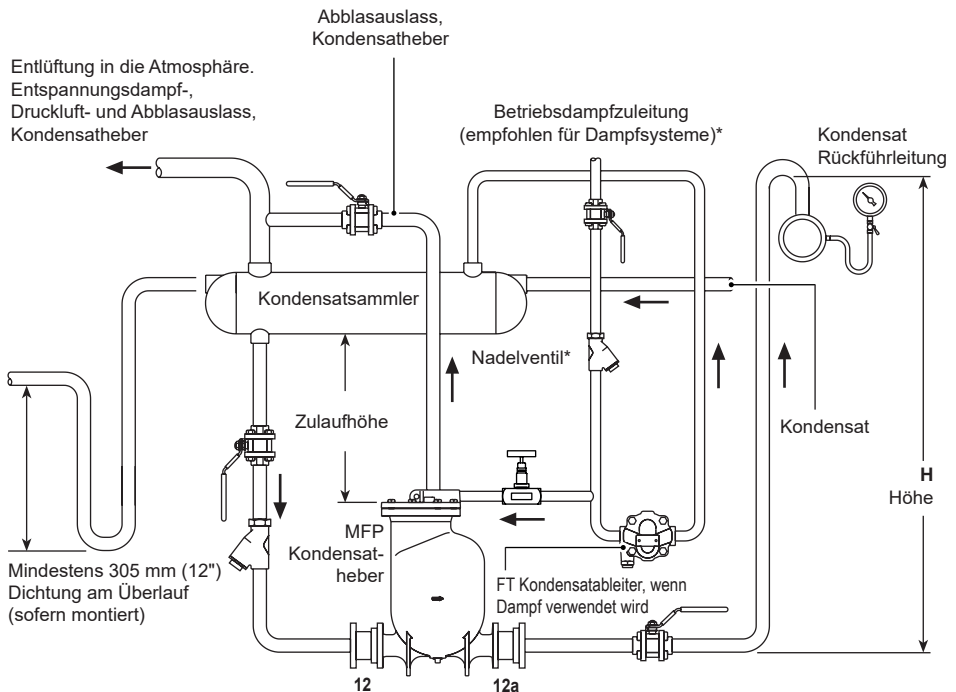

Abb. 4
2. Um zu verhindern, dass die Anlage während des Entleerungshubs des Kondensathebers geflutet wird, sollte eine entlüftete Kondensatsammler- oder Behälterleitung in einer horizontalen Ebene vor dem Kondensatheber installiert werden, wie in Abb. 4 dargestellt. Die geeignete Größe des Kondensatsammlers/Behälters ist den Tabellen 1 und 2 auf den Seiten 20 und 21 zu entnehmen. Alle Einlassleistungsarmaturen müssen vollen Durchgang aufweisen.
4. Die Zuleitung des Betriebsmediums (Dampf, Druckluft oder Gas) mit dem Antriebszuleitungseinlass im Deckel verbinden (siehe Abb. 4 und 5). Die Treibdampfzuleitung sollte mit folgenden Komponenten ausgestattet werden: Schmutzfänger, Nadelventil (zur Optimierung des Antriebszuleitungsdrucks während der Inbetriebnahme) und Kondensatableiter (Entleerung zur Kondensatsammler- oder Behälterleitung), die vor dem Zuleitungseinlass installiert werden. Die Antriebsdruckluftzuleitung sollte mit folgenden Komponenten ausgestattet werden: Filterregler und Nadelventil, die vor dem Zuleitungseinlass installiert werden.
2. Um zu verhindern, dass die Anlage während des Entleerungshubs des Kondensathebers geflutet wird, sollte eine entlüftete Kondensatsammler- oder Behälterleitung in einer horizontalen Ebene vor dem Kondensatheber installiert werden, wie in Abb. 4 dargestellt. Die geeignete Größe des Kondensatsammlers/Behälters ist den Tabellen 1 und 2 auf den Seiten 20 und 21 zu entnehmen. Alle Einlassleitungsarmaturen müssen vollen Durchgang aufweisen.
Über dem Füllhöheniveau ist ein ausreichendes Behältervolumen erforderlich, um das Kondensat aufzunehmen, dass den Kondensatheber während des Entleerungshubs erreicht. Der Kondensatsammler kann eine Leitungslänge mit großem Durchmesser oder ein Tank sein. Bei Bedarf kann eine Überlaufleitung für den Kondensatsammler installiert werden, wie in Abb. 4 und Abb. 5 in Kapitel 3 dargestellt, und in einen geeigneten Ablauf geführt werden. Die Leitung muss einen U-Bogen als Wasservorlage von mindestens 305 mm (12") Tiefe unmittelbar hinter dem Kondensatsammler bilden.
- Die Zuleitung des Betriebsmediums (nur Dampf) mit dem Antriebszuleitungseinlass im Deckel verbinden (siehe Abb. 4).